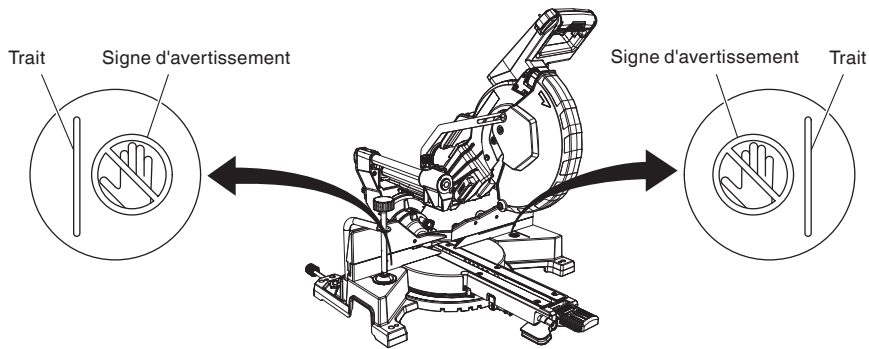

Fig. 23
* Ne jamais amener les membres à l'intérieur de la ligne à côté du signe d'avertissement pendant que l'outil fonctionne. Cela pourrait être dangereux (voir Fig. 23).